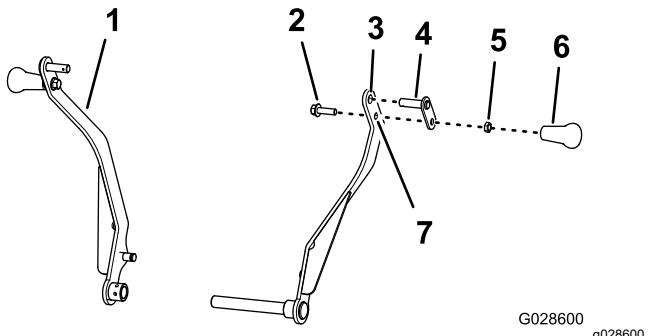

Figura 16
1. Introduzca el pasador de giro a través del orificio superior en el brazo de sujeción (Figura 16).
3. Monte el perno (5/8" x 1 1/4") a través del taladro inferior del brazo de sujeción y la pletina de retención del pasador de giro (Figura 16) con la contratuerca (5/8"), y apriete la contratuerca a 15 – 17 N·m.
4. Enrosque el pomo en el perno (5/8" x 1 1/4"), y apriete el pomo contra la contratuerca a mano (Figura 16).
5. Repita los pasos 1 a 4 en el otro brazo de sujeción (Figura 16).